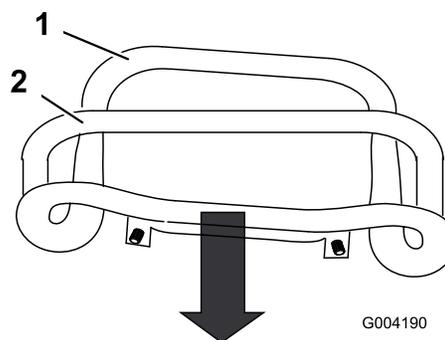

図 48
3. 走行コントロールを手前一杯に引いてコントロールの前部を基準バーに接触させる **図 48**。